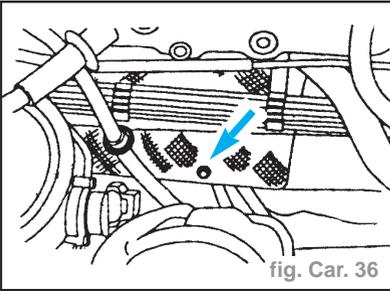

fig. Car. 36
- Dévisser l'écrou dans le compartiment moteur. (fig. Car. 36)